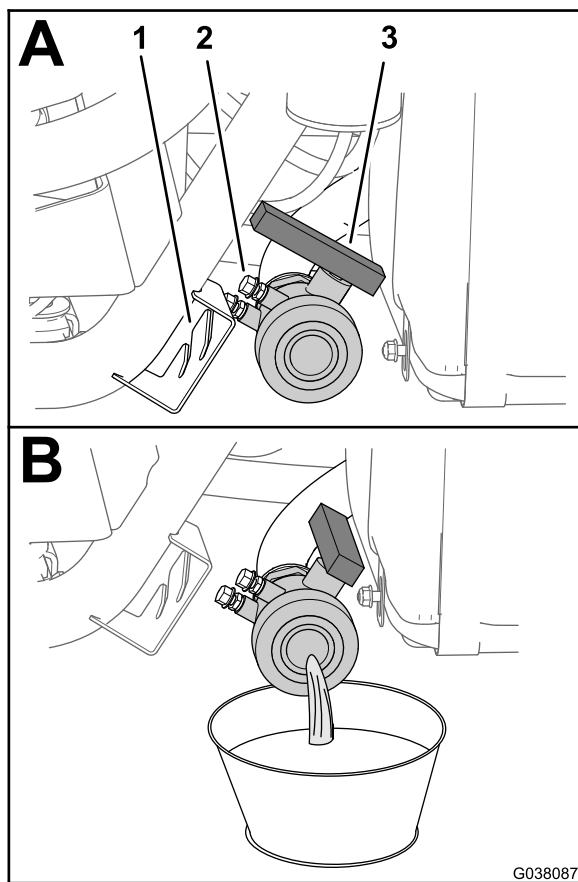

图2
3. 将水排出药缸 图2 请参阅机器 *《操作员手册》* 中的“清洁打药车”部分。